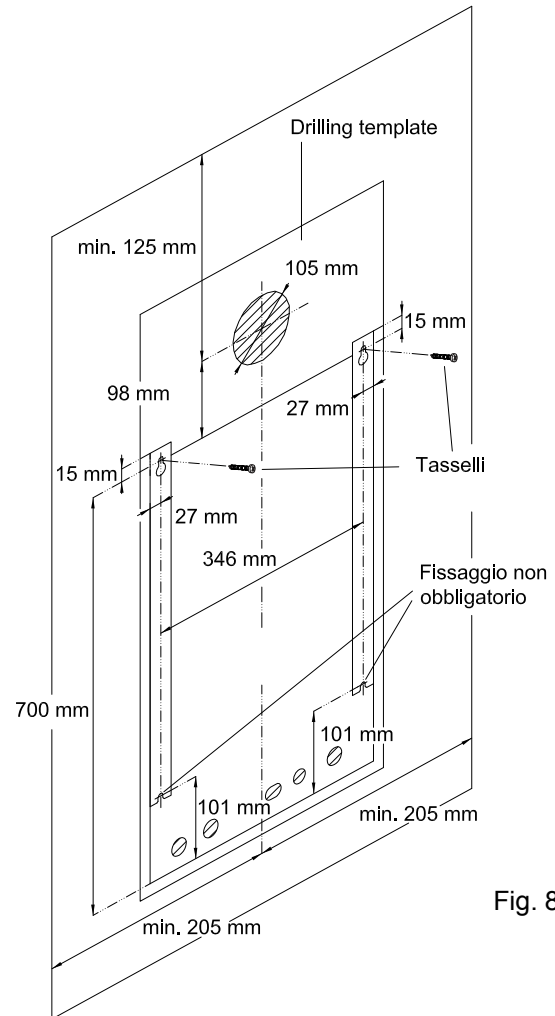

Fig. 8
3.6 - INSTALLAZIONE CON USCITA POSTERIORE (fig. 8)